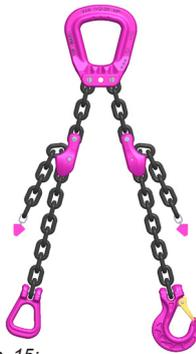

Рис. 15:
1. При использовании для 2-ветвевых стропов монтаж укорачивателей VIP 28 должен производиться таким образом, чтобы карманы укорачивателей были развернуты наружу (см. Рис. 15).